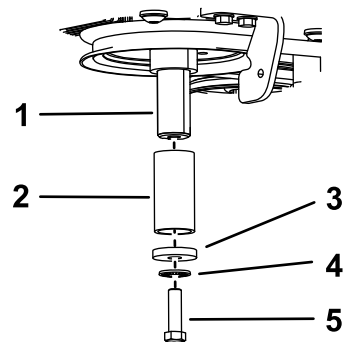

Figure 96
- C. Appliquez du produit antigrippage sur le vilebrequin, puis installez le boulon, la rondelle, la rondelle élastique et une entretoise (réf. Toro 136-5411) sur le vilebrequin (Figure 96).